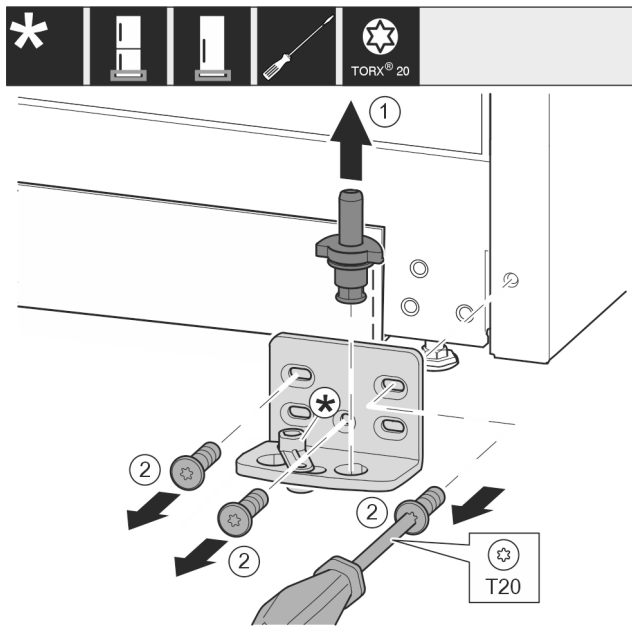

Fig. 13
- ▶ Træk lejebolten Fig. 13 (1) helt op.
- ▶ Skru skrue Fig. 13 (2) ud med en skruetrækker, og tag hængslet af.